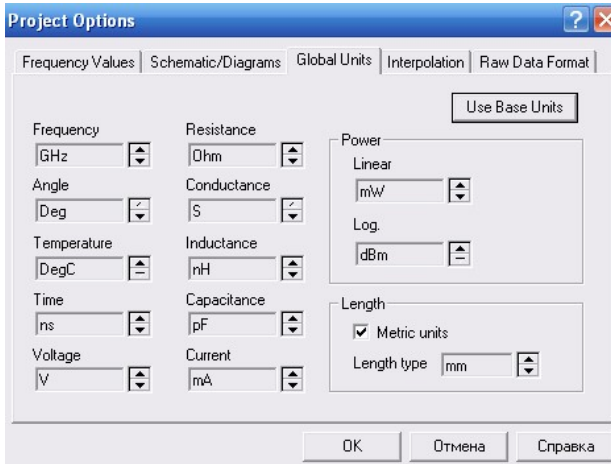

Рис. 5. Диалоговое окно установки единиц измерения
- устанавливаем единицы измерения в появившемся диалоговом окне (рис. 5).